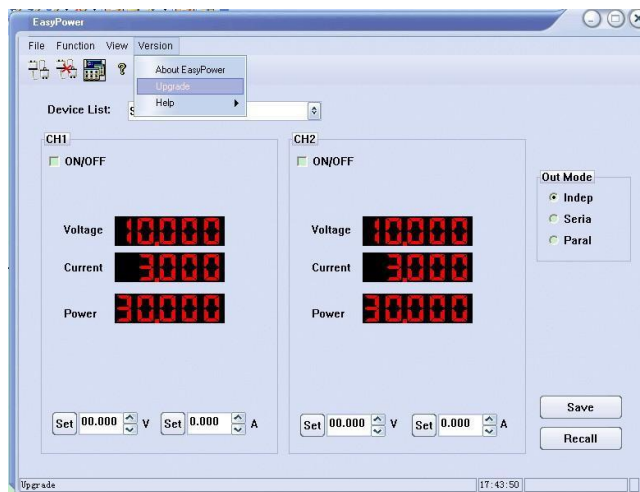

Рис.1
2. Выберите параметр **[Обновить]** в меню **[Версия]**, чтобы ввести интерфейс обновления встроенного ПО USB. Как показано на рис. 1: